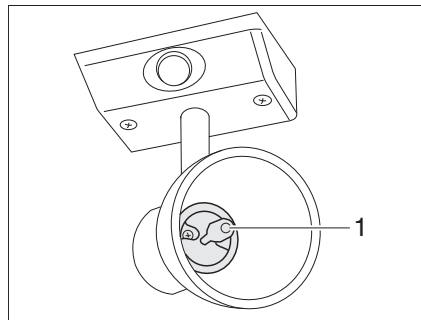

Fig. 255 Foco halógeno (con pantalla de vidrio)
- Sacar la bombilla halógena (Fig. 255,1) del portalámparas tirando hacia adelante.